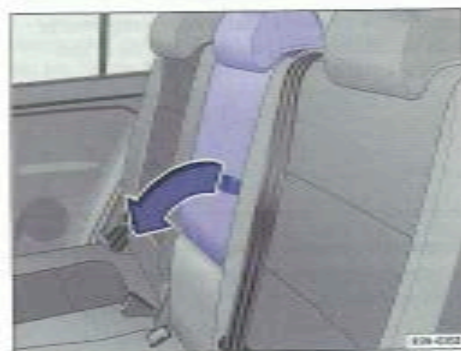

Fig. 93 Dans le dossier de siège arrière : ouverture de la trappe de chargement
- Tirez la dragonne dans le sens de la flèche $\Rightarrow$ fig. 93 et rabattez l'accoudoir central vers l'avant.